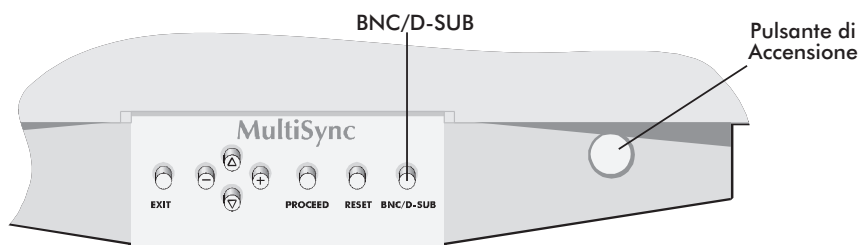

Figura E.1
5. Accendete il vostro monitor MultiSync (Figura E.1) e il computer.
6. L'impostazine di fabbrica per il vostro monitor è su D-SUB. Se state usando in cavo BNC, spingete il pulsante BNC/D-SUB sul fonte del monitor (Figura E.1) per cambiare l'impostazione.